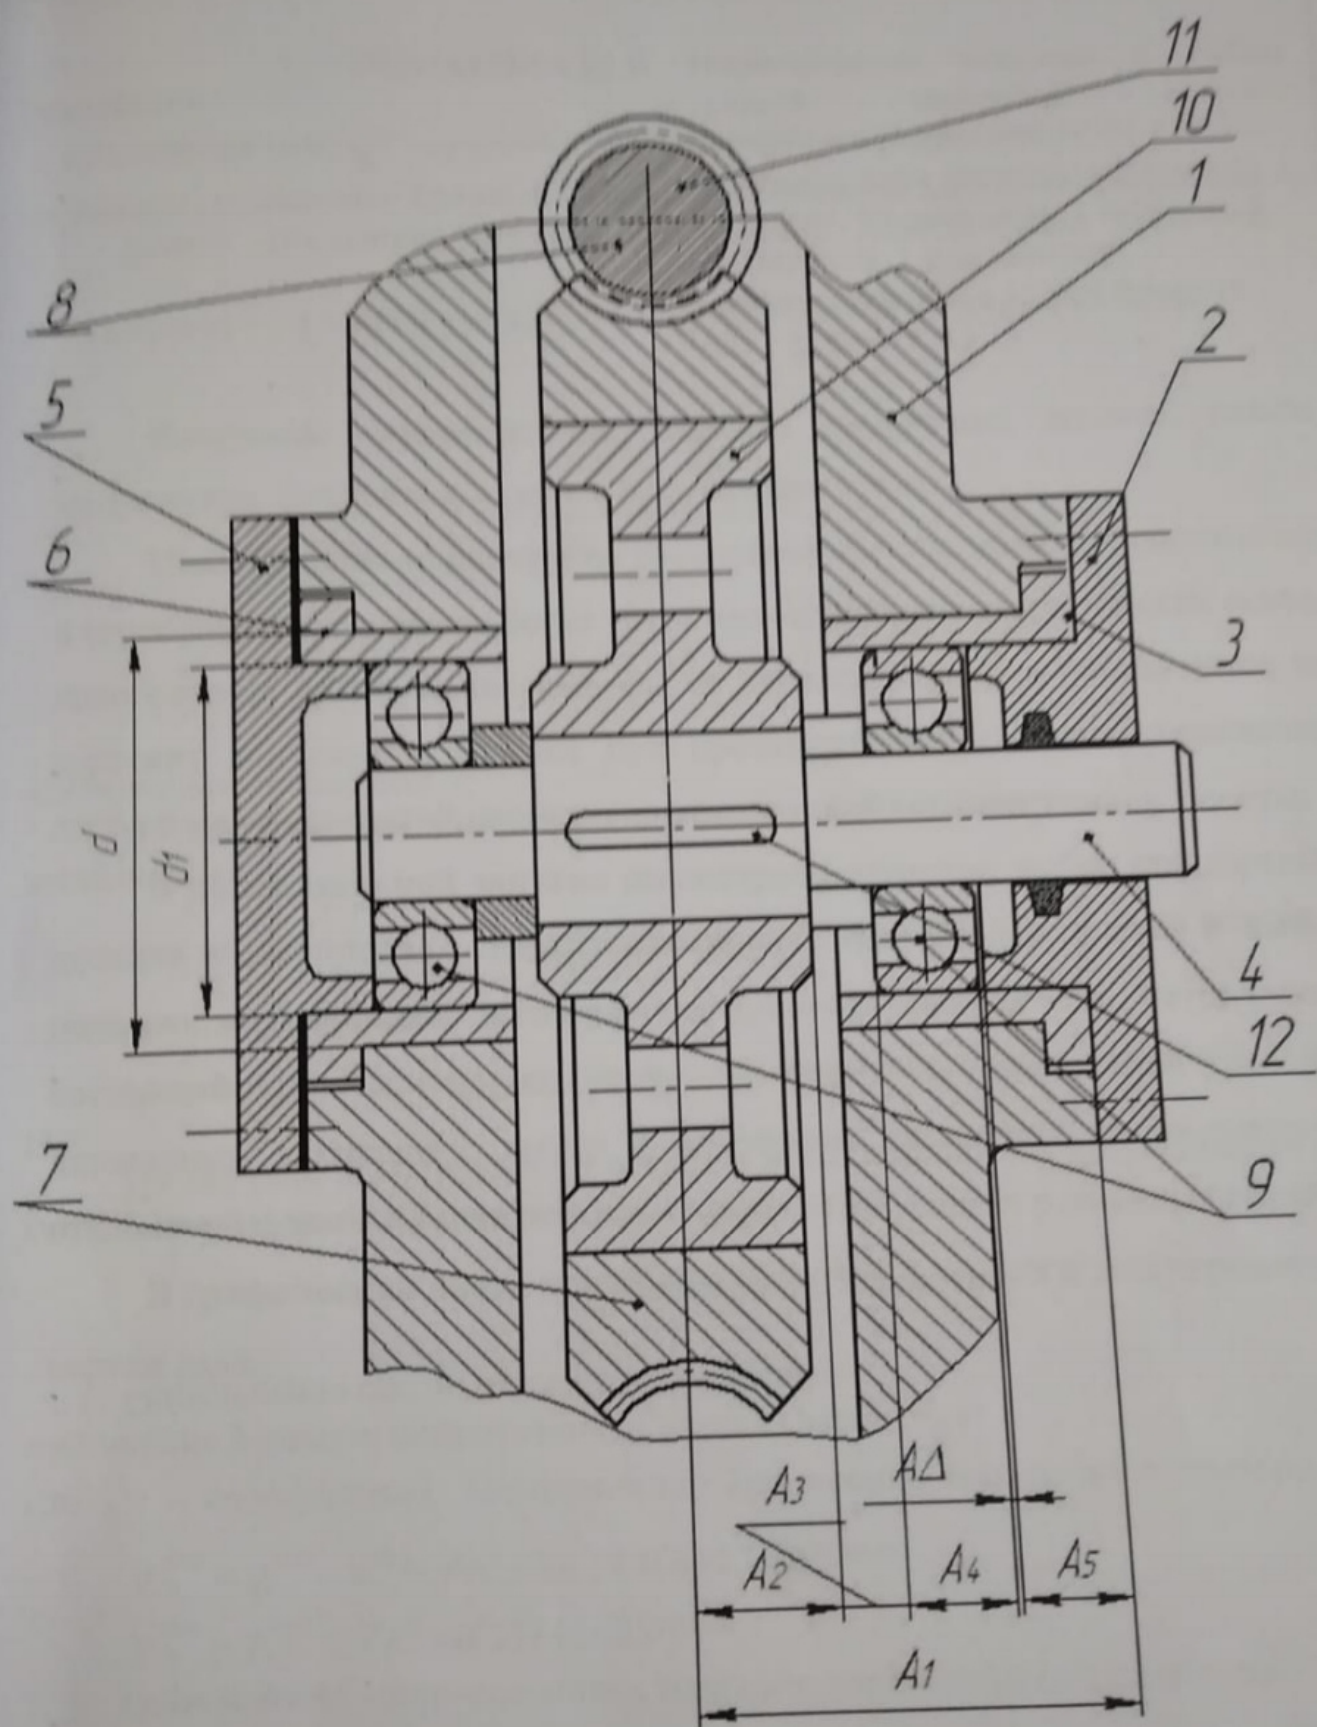

Рисунок 1 - Червячный редуктор
1. Описание работы червячного редуктора (рисунок 1).